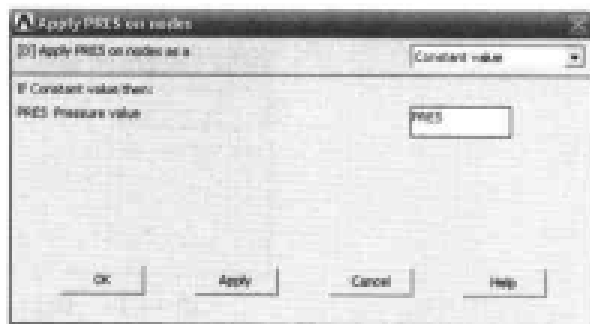

图 14-16 施加压力载荷对话框
(15) 选择 Main Menu | Preprocessor | Loads | Define Loads | Apply | Fluid/CFD | Pressure DOF | On Nodes 命令, 出现 Apply PRES on Nodes 菜单, 单击 pick all 按钮, 出现 Apply PRES on nodes 对话框。在 PRES Pressure value 文本框中输入 PRES, 如图 14-16 所示,